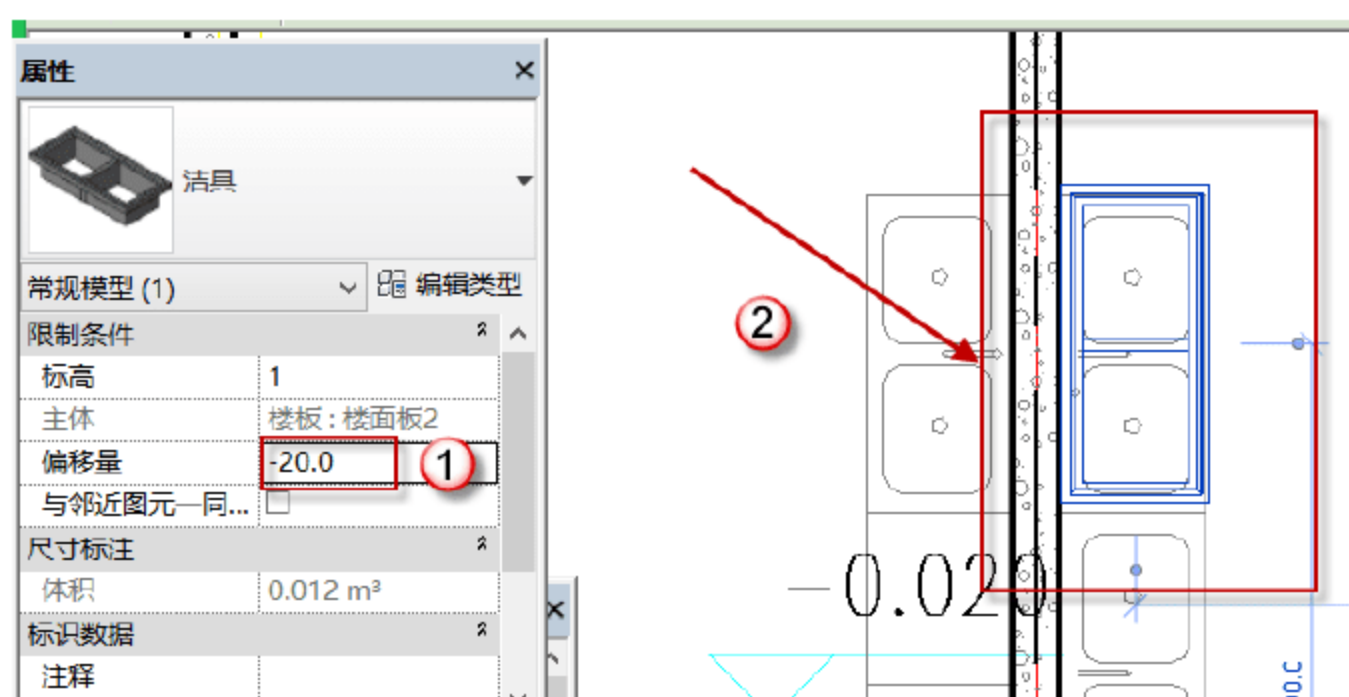
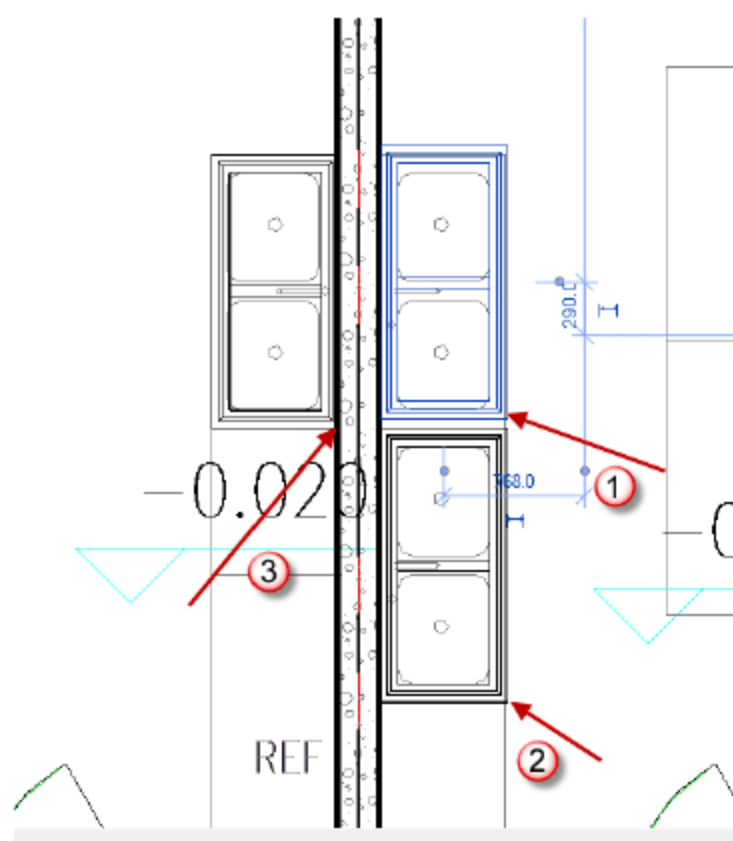
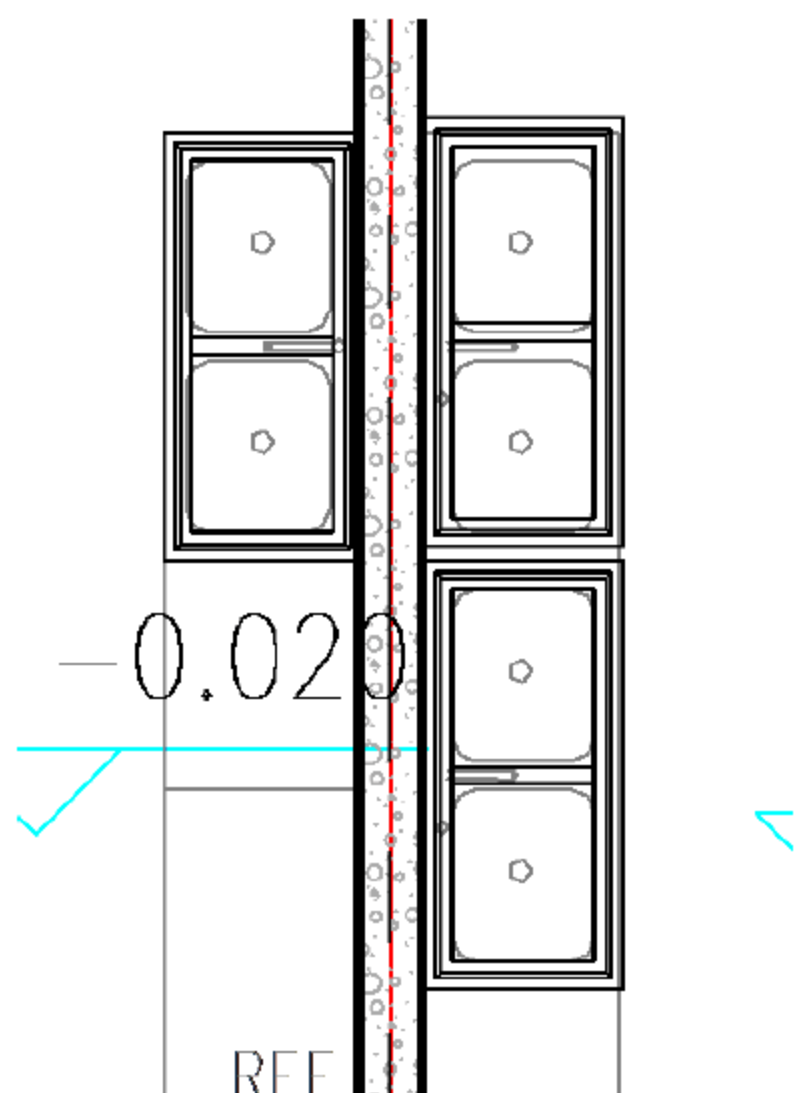

图 10.4.62 插入“洁具”
图 10.4.63 复制对齐点
图 10.4.64 复制洁具完成效果图
(3) 插入“洁具”。选择“建筑”→“构件”→“放置构建”→“洁具”，将标高设置为“1”层，偏移量为“-20”。将光标移到“洁具”的中心，单击鼠标，“旋转角度”输入“90°”，这样就插入了“洁具”，如图 10.4.62 所示。复制其他的“洁具”（也可以一个个地插入），复制基点以 1 为基点，依次复制到其他几个点，对齐点如图 10.4.63 所示，复制完成后的平面图如图 10.4.64 所示。重复上述步骤，完成其他洁具的插入，这里不再赘述。